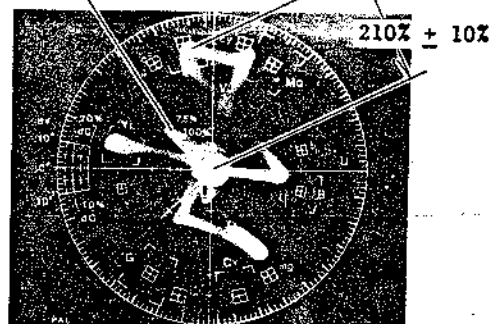

Abb. 4-16 Chromasignalpegel
Abgleich mit Vektorskop (Abb. 4-16)
4. Den CHROMA GAIN Regler (RM1101-2) so abgleichen, daß der Rotvektor gleich oder größer als  $210\% \pm 10\%$  des Burstsinalpegels ist (siehe Abb. 4-16).